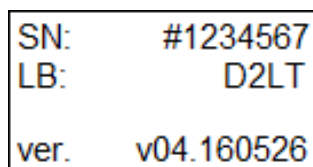

Рисунок 7 – Екран сервісної інформації
Екран сервісної інформації (рисунок 7) містить серійний номер логера (SN), мітку логера (LB) та версію програмного забезпечення (ver.).